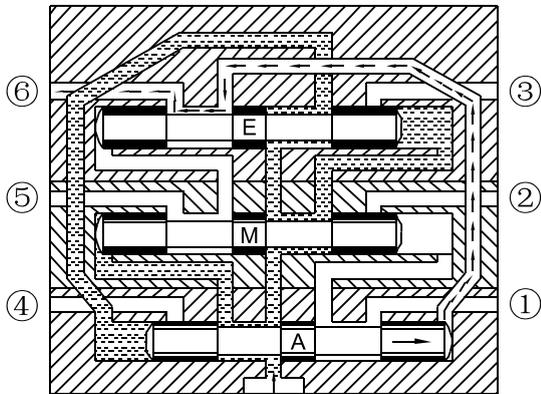
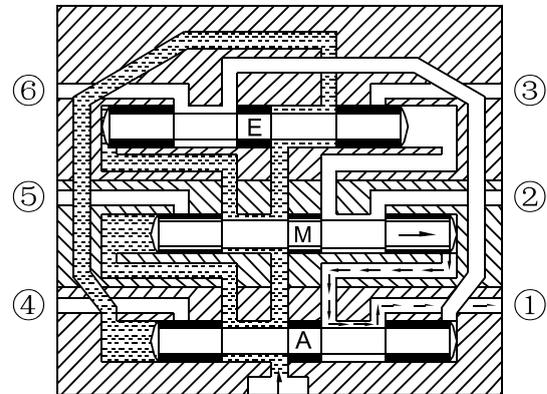
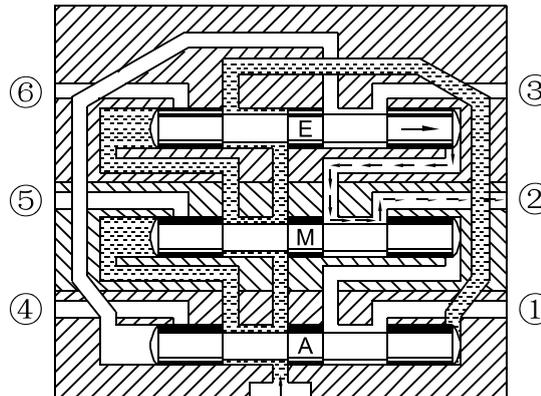

图1 柱塞A动作，油口⑥出油
图2 柱塞M动作，油口①出油
图3 柱塞E动作，油口②出油
压力油由进油通道进入各柱塞腔，按顺序推动各柱塞工作。如首片(A)柱塞动作(图1)，其排出的油剂在尾片⑥的给油口出油；中间片(M)柱塞动作(图2)，其排出的油剂在首片①的给油口出油；尾片(E)柱塞动作(图3)，其排出的油剂在中间片②的给油口出油；若片组中有若干(M)片，依此顺序类推。周而复始，将压力油强